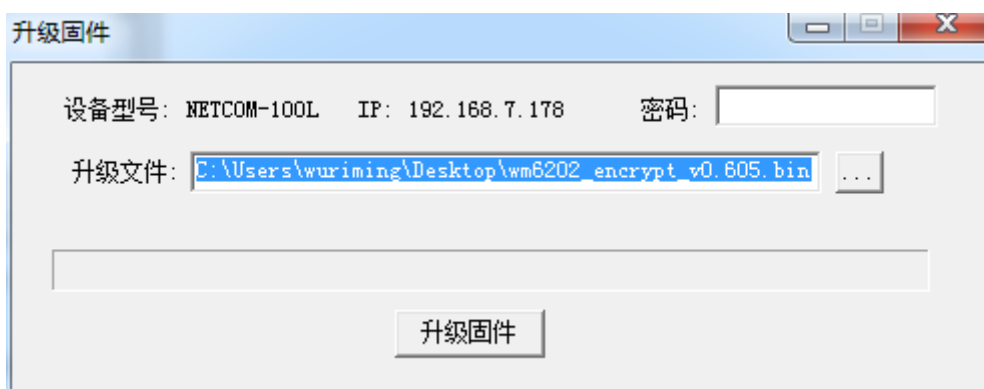

图 7.6 升级固件
6. 此时点击 **配置(S)** 菜单，在下拉菜单中选择“升级固件”，出现如图 7.6 所示的升级固件窗口。